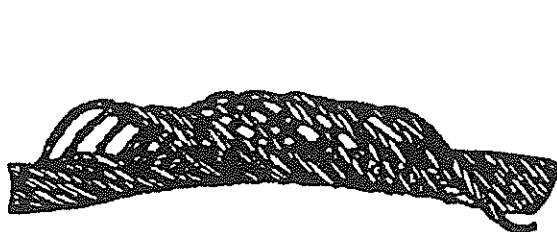
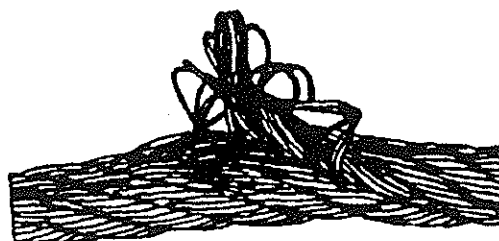
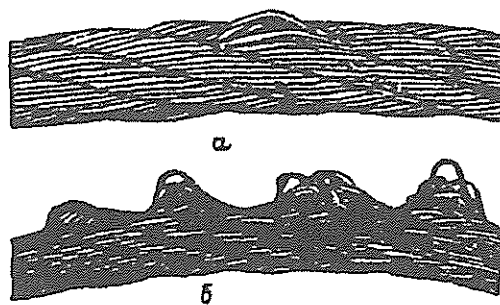

Рис. 9. Корзинообразная деформация
Рис. 10. Выдавливание сердечника
Рис. 11. Выдавливание проволок прядей:
7. Канаты не должны допускаться к дальнейшей работе при обнаружении: корзинообразной деформации (рис. 9); выдавливания сердечника (рис. 10); выдавливания или расслоения прядей (рис. 11); местного увеличения диаметра каната (рис. 12); местного уменьшения диаметра каната (см. рис. 6); раздавленных участков (рис. 13); перекручиваний (рис. 14); заломов (рис. 15); перегибов (рис. 16); повреждений в результате температурных воздействий или электрического дугового разряда.